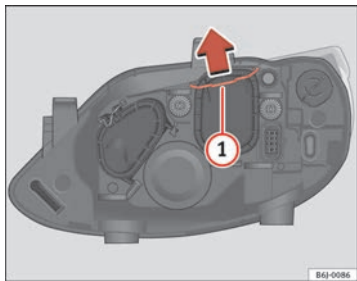

Abb. 133 Abblendlicht
- Die Strebe ⇒ Abb. 133 ① in Pfeilrichtung verschieben und den Deckel abnehmen.